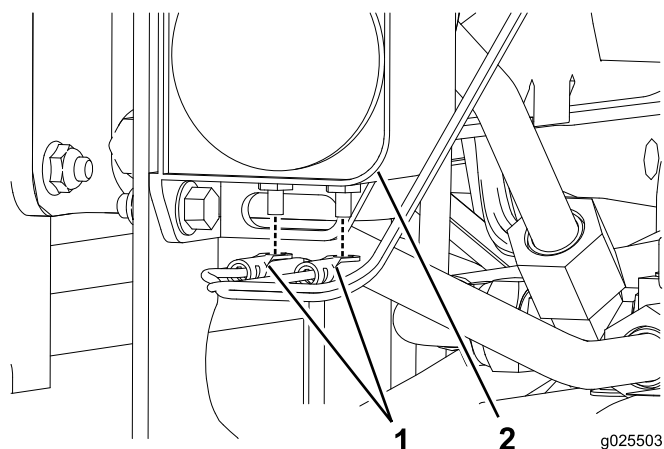

Figura 3
6. Fissate il cablaggio preassemblato all'allarme di riserva (Figura 3).